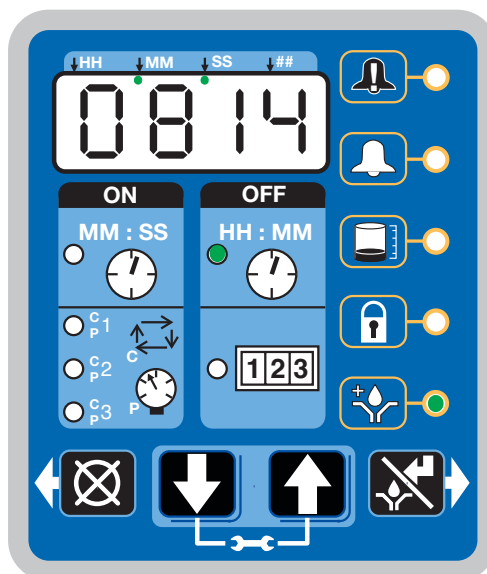

ABB. 56
- Das Gerät schaltet erst ab (OFF) und schaltet dann wieder ein (ON).
- Die LED neben der Uhr im OFF-Feld leuchtet (ABB. 56).
- Die LED Vorschmierung leuchtet (ABB. 56).
- Das Display zeigt die bis zum Beginn des Schmierzyklus verbleibende Zeit an. Das Beispiel in ABB. 56 zeigt an, dass noch 8 Minuten und 14 Sekunden bis zum Beginn eines Schmierzyklus verbleiben.